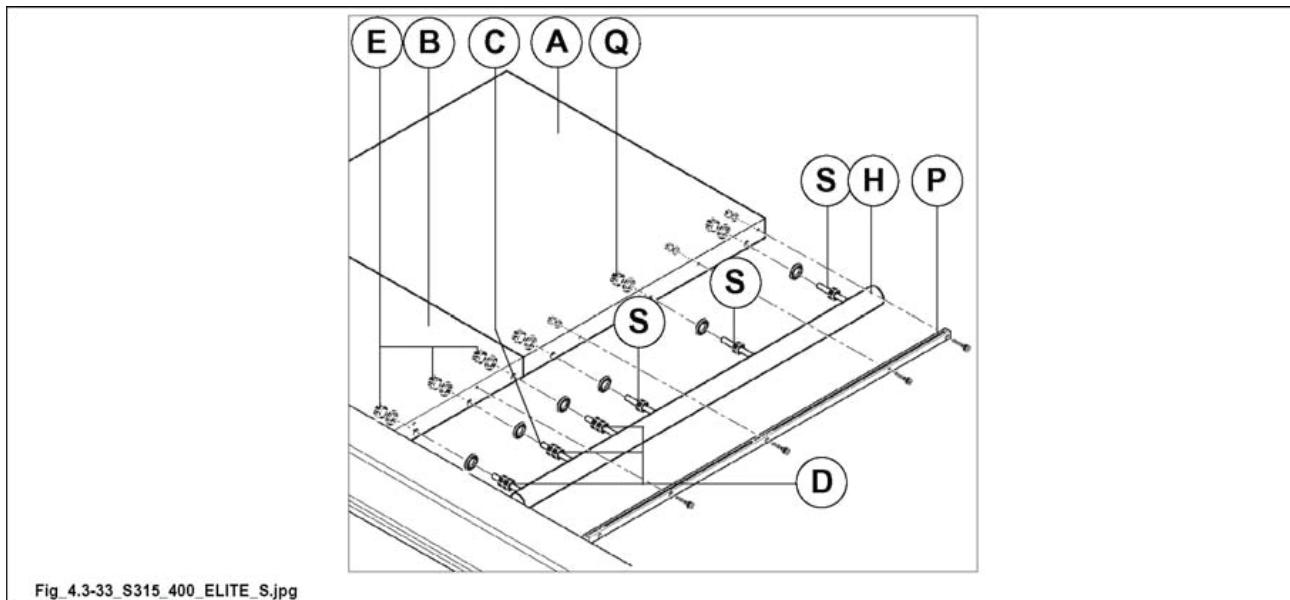

Рис. 4.3-33
- 1) Вставить шипы (С рис. 4.3-33) в соответствующие отверстия, подав гайки до упора (D рис. 4.3-33) в стол (B рис. 4.3-33).
**ВНИМАНИЕ:***не ослаблять гайки (D рис. 4.3-33), поскольку они отрегулированы нашими специалистами для корректного позиционирования цилиндрической направляющей.*
- 2) Затянуть гайки (E рис. 4.3-33).
- 3) Вручную закрутить гайки (S рис.4.3-33) до касания стола (A рис.4.3-33) так, чтобы не деформировать направляющую (Н рис.4.3-33), затем затянуть гайки (Q рис.4.3-33).
- 4) Проверить прямолинейность направляющей (Н рис.4.3-33), при необходимости отрегулировать при помощи гаек (S рис.4.3-33).
- 1) установить трубу (с зубчатой рейкой) (Р рис. 4.3-33-1) и при пробном пилении убедиться, что ширина панели соответствует показаниям таблички (Р рис. 4.3-33-1); при необходимости установить нужное положение, ослабив крепежный винт (Т рис. 4.3-33-1) и переустановив табличку (Р рис. 4.3-33-1).